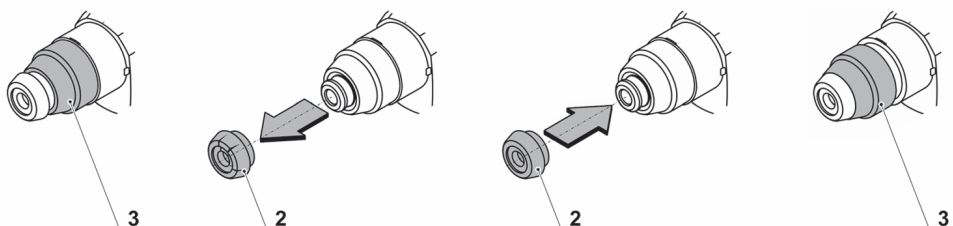

Рис. 5
Замена пылезащитного кожуха (рис. 5)
- Фиксирующую втулку 3 отодвиньте назад и удерживайте в этом положении (см. рис. 5).